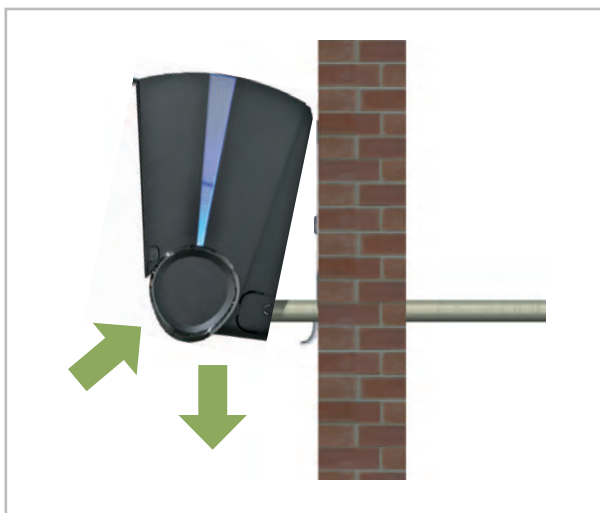

Abb. 22: Waagerechte Ausrichtung
5. ➔ Überprüfen Sie nochmals die waagerechte Ausrichtung des Gerätes. (Abb. 22)